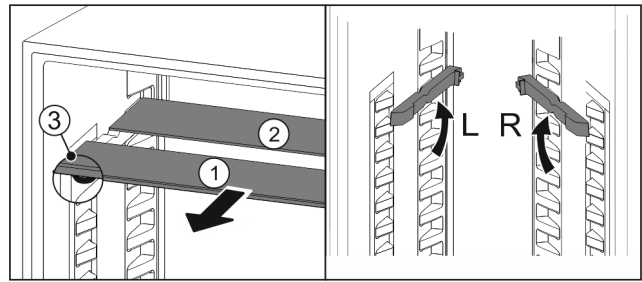

Fig. 112
- ▶ Glasplaten afzonderlijk vanaf de voorkant eruit trekken Fig. 112 (1).
- ▷ Glasplaat Fig. 112 (1) met sierlijst ligt voor.
- ▷ Stops Fig. 112 (3) zijn naar onder gericht.